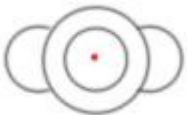

图 1. 严重老化管暗红光斑
- 只在物镜中央出现一点暗红光斑者为严重老化管，如图 1. 所示。其原因是内附激光器发射的光太弱，全息镜片衍射不出清晰可见的谱线。
- 只在物镜中央出现一点暗红光斑者为严重老化管，如图 1. 所示。